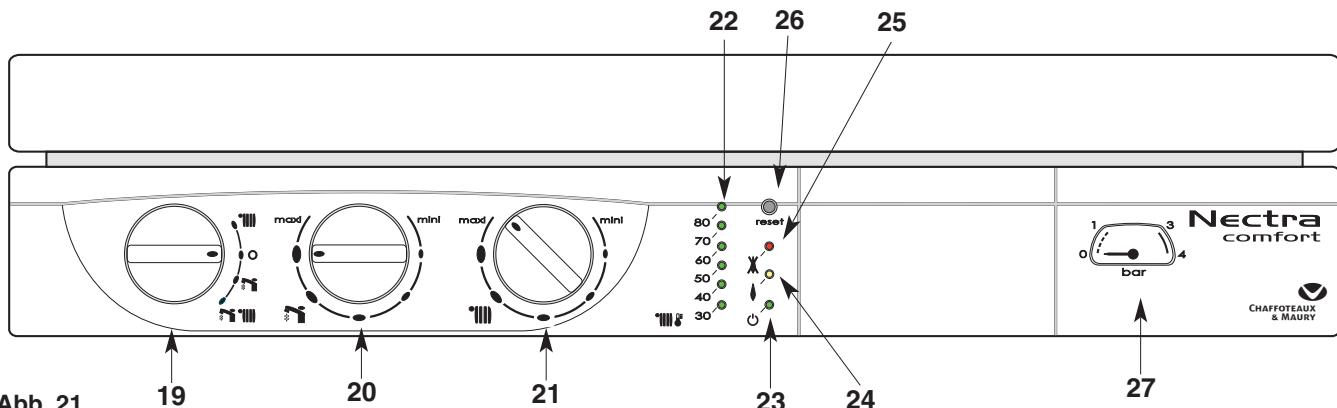

Abb. 21
Schalttafel (Abb. 21):
- Stellen Sie den Schalter 19 (Abb. 21) auf « » die grüne Leuchtanzeige ; leuchtet; die orangefarbene
Mit dem Einstellknopf der Heizung 21 « » (Abb. 21) kann die Wassertemperatur des Heizungskreislaufs je nach den saisonbedingten Bedürfnissen eingestellt werden. Drehen Sie den Knopf 21:
Der Anzeiger 22  (Abb. 21) zeigt die betreffende Temperatur an. Wenn Ihre Wohnung mit einem Raumthermostat ausgerüstet ist, stellen sie diesen auf die gewünschte Raumtemperatur ein.
- Stellen Sie den Schalter 19 auf «» die grüne Leuchtanzeige bleibt an. 23 (Abb. 21) und die Frostschutzfunktion bleibt aktiviert.
Vergessen Sie nicht, das Ventil am Anfang der Heizsaison wieder aufzudrehen, wenn Sie den Schalter 19 (Abb. 21) auf « » stellen.